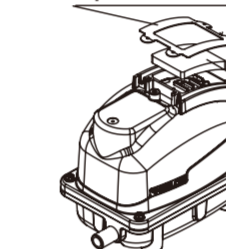

Рис. 3
- 4 Извлеките фильтр из верхней части корпуса. Очистите или замените фильтр. (рис. 3) Тщательно удалите грязь из фильтра. При сильном загрязнении промойте фильтр нейтральным моющим средством и высушите в тени.